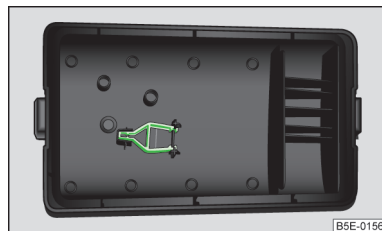

Fig. 219 Coperchio della scatola dei fusibili nel vano motore: fermagli di plastica per fusibili
- Prelevare il fermaglio di plastica sotto il coperchio della scatola dei fusibili, che si trova nel vano motore » fig. 219 a pagina 267